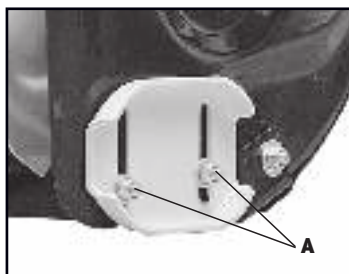

Рис. 19
- Для регулировки направляющих лыж ослабьте четыре фланцевые гайки (по две с каждой стороны) и болты (рис.19, **А**).